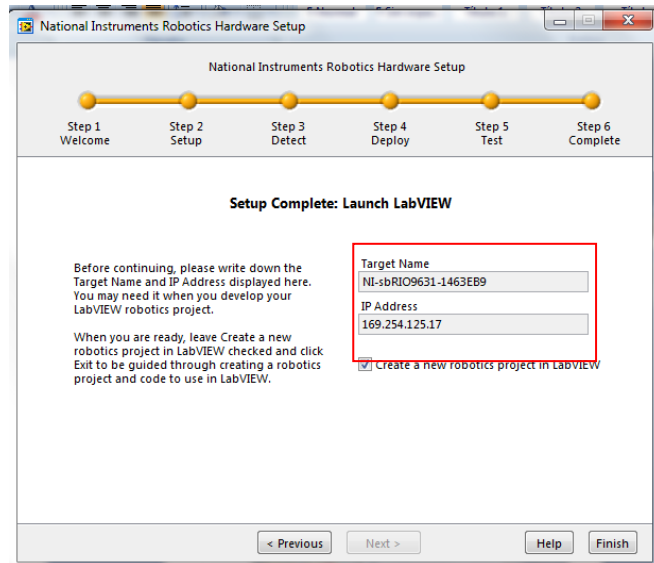

Fig 13. Finalización de la configuración del robot.
9. Finalmente se ha completado la configuración del dispositivo. Ahora seleccionamos la opción Create a new robotics Project in LabVIEW y se oprime Finish (Fig. 13).